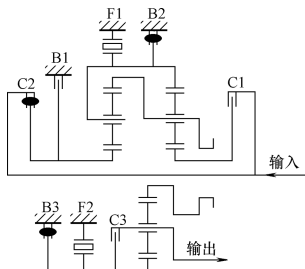

图 3-68 R 位动力传递路线
(1) **主行星轮机构** R 位动力传递路线如图 3-68 所示。倒车时，直接离合器 C2 接合，将输入轴和后行星轮机构太阳轮连接在一起。1 档和倒档制动器 B2 接合，固定后行星架前齿圈，则前行星架后齿圈反向减速旋转（输出）。